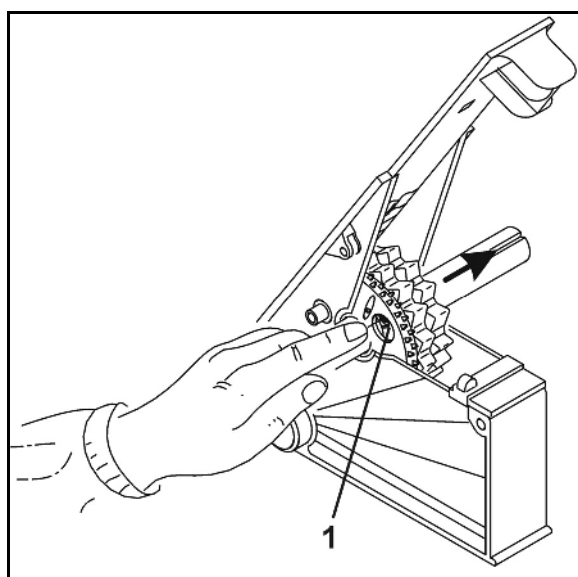

Fig. 31
1. Förflytta inställningsspaken för transmissionen fram och tillbaka, tills hålen (Fig. 31/1) får finutmatningshjulen syns.